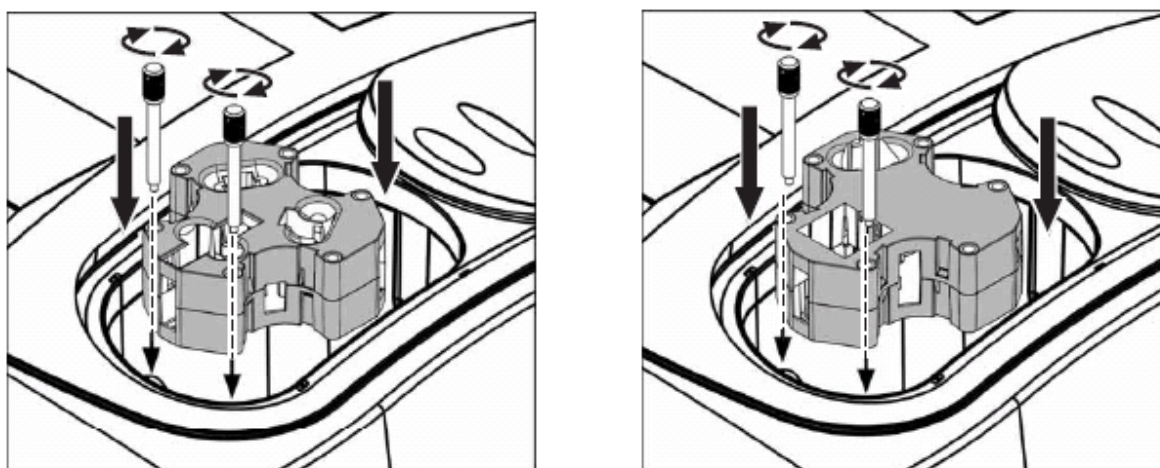

图3 多比色皿适配器安装示意图
3. 将多比色皿适配器以下面的方式放入样品池的空间内：使所选插槽对应的名称能够正对操作者，并且插槽就在正前方。将适配器与下方的2个圆锥形插脚对齐，并用2个螺丝固定好。（图3）.